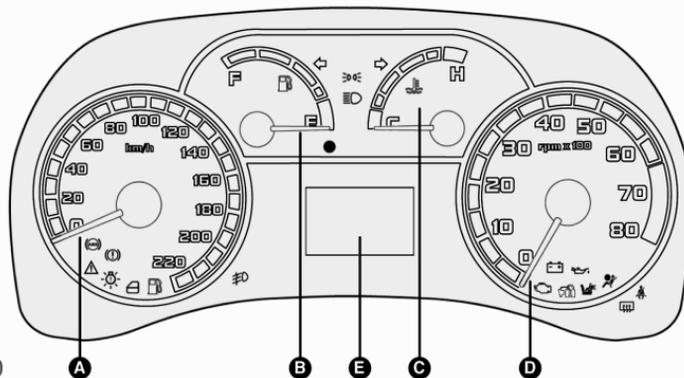

fig. 30
1.3 FIRE 16V/1.4 8V/1.8 8V - fig. 30